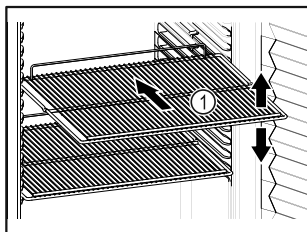

Fig. 30 Simbolična slika
- ☐ Če je odlagalna rešetka Fig. 30 (1) premična, jo prilagodite po višini.